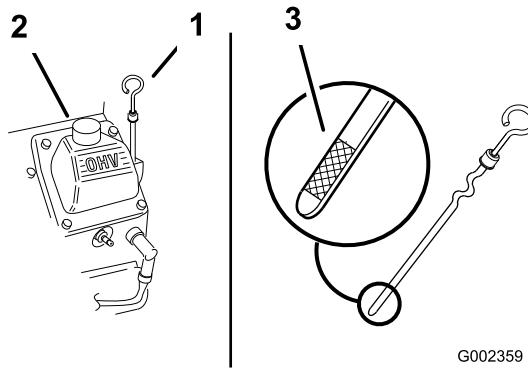

Figura 24
3. Limpe a zona em redor da vareta de óleo (Figura 24), para evitar que entre sujidade no orifício do filtro e possíveis danos no motor.
4. Retire a vareta do óleo e limpe a extremidade (Figura 24).
5. Deslize a vareta de óleo para dentro do tubo do filtro, mas não enrosque no tubo (Figura 24).
6. Coloque lentamente cerca de 80% da quantidade de óleo especificada no bocal de enchimento do óleo (Figura 24).